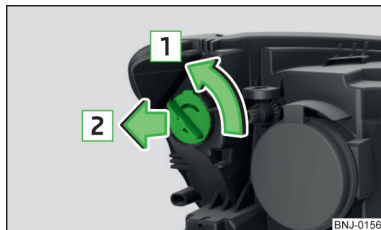

Abb. 200
- › Den Sockel mit der Glühlampe in Pfeilrichtung **1** drehen » Abb. 200.